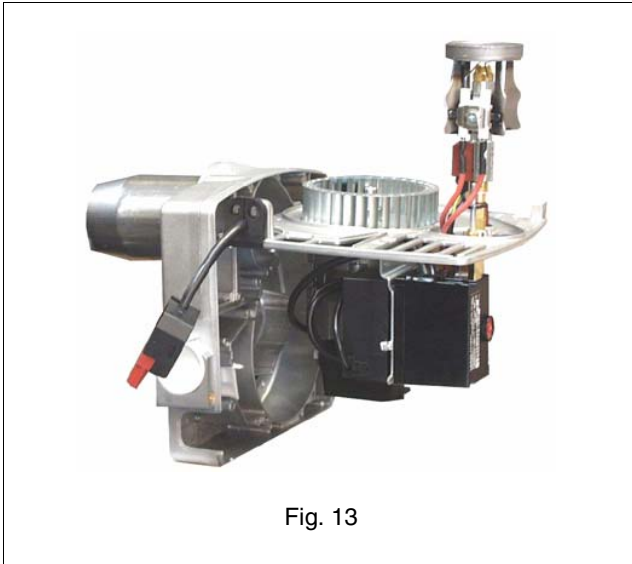
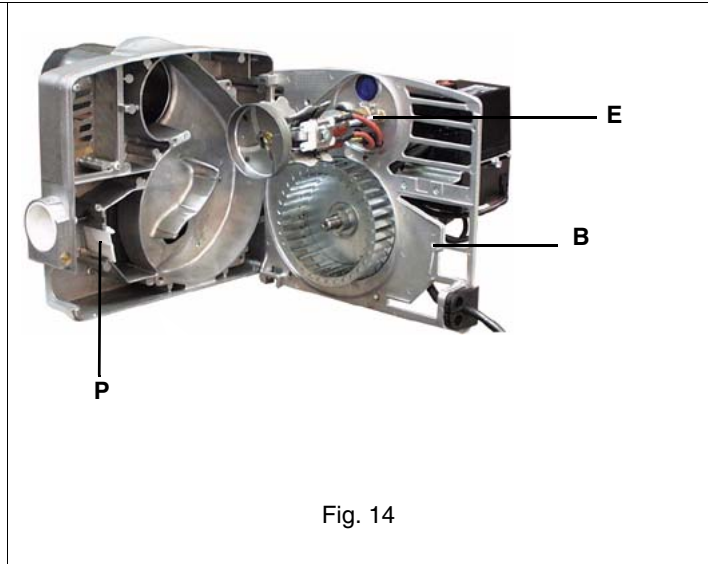

Fig. 13
Fig. 14
- Enganchar la placa en uno de los modos indicados en las Fig. 13 y Fig. 14 para facilitar las operaciones de mantenimiento.
**⚠** ATENCION: los electrodos (E en Fig. 14) deben posicionarse lateralmente a la cabeza de combustión.
**⚠** NOTA: al volver a montar la placa componentes, prestar atención a que el perno de la compuerta P entre en el correcto compartimiento B (ver Fig. 14).
**⚠** NOTA: al volver a montar la placa componentes, prestar atención a que el perno P de la compuerta entre en el correcto compartimiento B (ver Fig. 14 en la pag. 28).